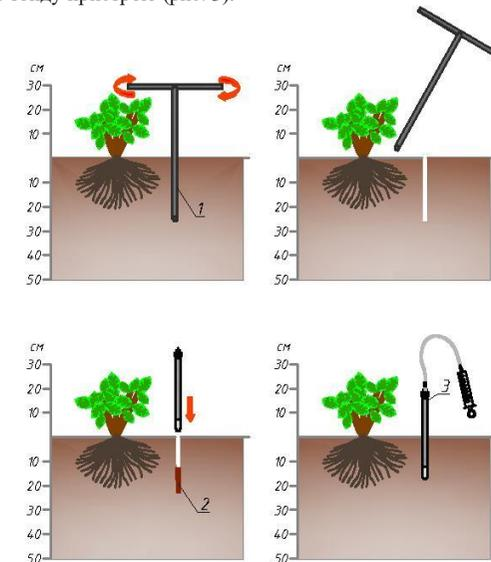

Рисунок 3. Схема встановлення екстрактора в ґрунті:
Для встановлення екстрактора вертикально пробурюють отвір в ґрунті ручним буром діаметром 20-22 мм, не ущільнюючи і не розпушуючи його стінки (!), на необхідну робочу глибину (E). Глибину розраховують від поверхні ґрунту до центру керамічного зонда пристрою (рис. 3).